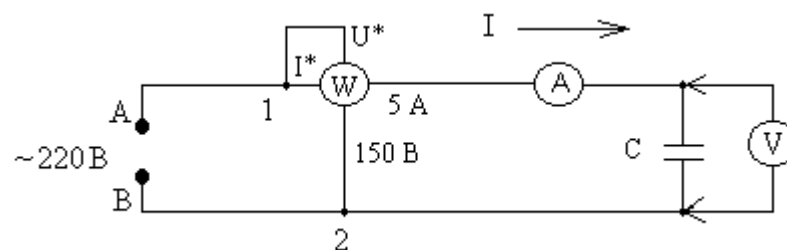

Рис.3
6. Собрать схему с емкостным приемником (конденсатором), см. Рис.3.